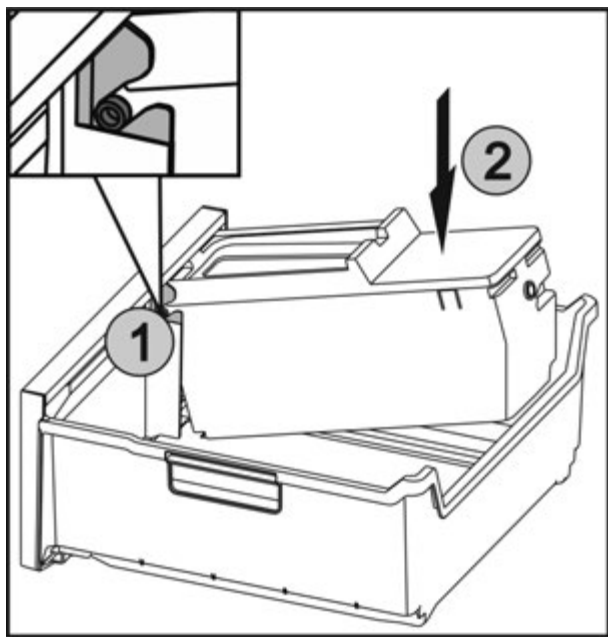

Fig. 39
- ▶ Вставити осі Fig. 39 (1) на EasyTwist-Ice у напрямні та натискати на задню сторону Fig. 39 (2) до фіксації накладки.